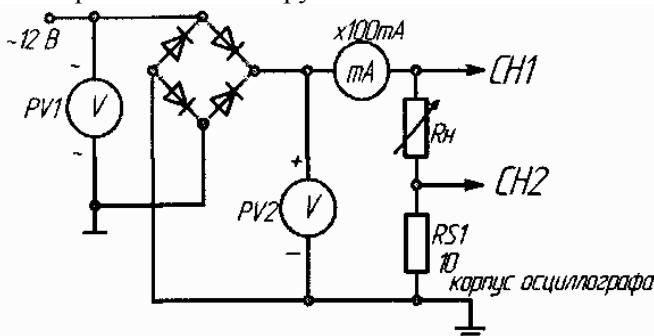

Рис. 1
1) Собрать схему выпрямителя по рис. 1. Установить заданное значение сопротивления нагрузки  $R_H$ . Вольтметр PV1 включить в режиме измерения **переменного** напряжения, а PV2 в режиме измерения **постоянного** напряжения. Включить миллиамперметр постоянного тока на 100 мА. Подключить входы осциллографа. Переключатель развертки осциллографа перевести на временную развертку. Установить синхронизацию от сети. На экране осциллографа наблюдать осцилограммы выпрямленного тока и выпрямленного напряжения;